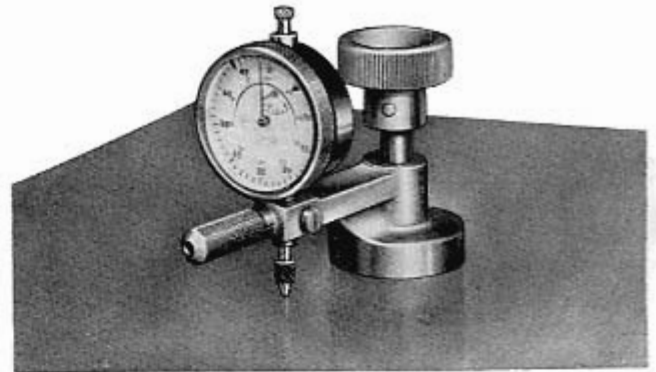
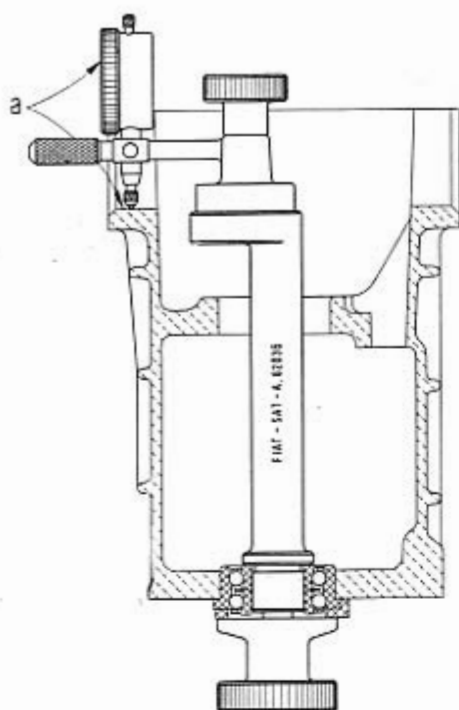
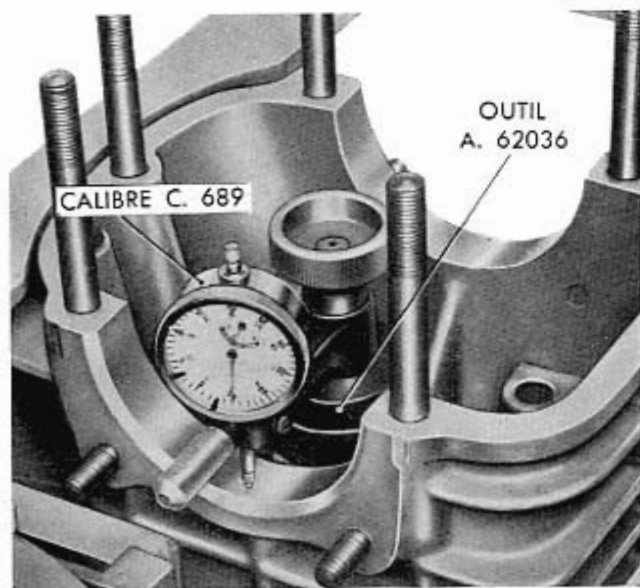

Fig. 190 - Mise à zéro, sur le marbre d'ajusteur, des échelles centésimale et millimétrique du comparateur du calibre C. 689.
Fig. 191 - Schéma de l'application des outils A. 62036 et C. 689, pour déterminer la valeur de « a ».
Fig. 192 - Lecture de la valeur « a » sur le comparateur de l'outil C. 689 pour déterminer l'épaisseur de la rondelle de réglage du pignon.
- a = Valeur indiquée par le comparateur appliqué sur l'outil A. 62036 (fig. 191);
Monter l'outil A. 62036 (fig. 191) et le bloquer, à l'aide du bouton moleté, sur la plaque de retenue du roulement avant.
Mettre à zéro, sur un marbre d'ajusteur (figure 190), l'échelle centésimale et celle millimétrique du comparateur C. 689 ; appliquer ensuite le comparateur sur l'outil (fig. 191) et veiller à ce que la petite tige appuie sur le siège de la boîte des roulements (fig. 192).